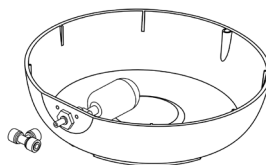

Abbildung 5
2. Stecken Sie das mitgelieferte schwarze T-Stück in den Quick-Connect Anschluss am Pflanzgefäß (Abb. 5). Stellen Sie sicher, dass das T-Stück bis zum Anschlag auf das weisse Anschlussstück gesteckt wird. Wenn Sie nur ein Pflanzgefäß anschliessen, verschliessen Sie eines der Löcher des T-Stücks mit dem mitgelieferten Endstück.